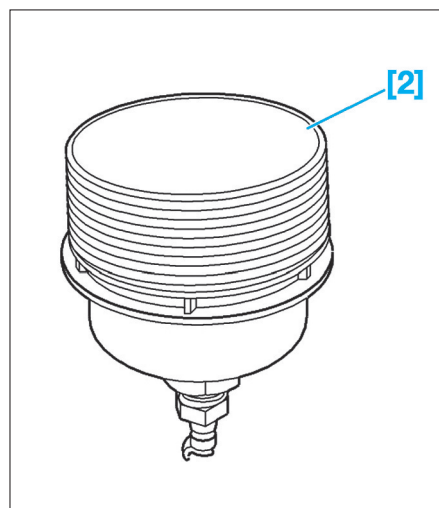

FIG. 41
- Outil [2] intermédiaire de raccordement (Fig.41).